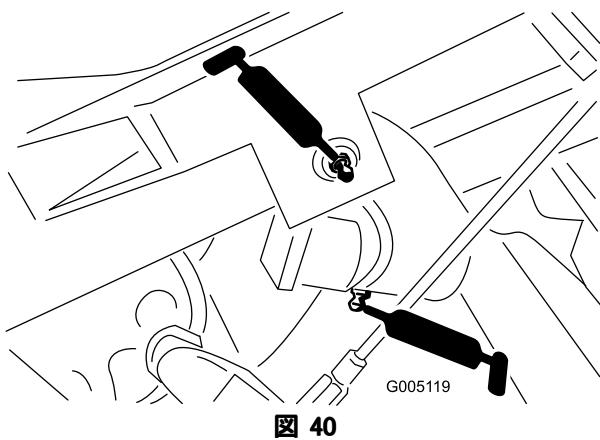

図 40
- ・ 昇降アームのピボット (3か所) とピボット・ヒンジ (3か所) (図 40)